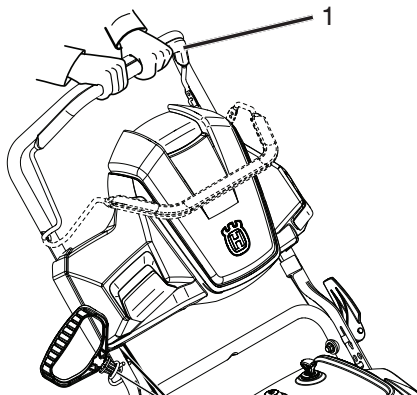

Figure 14
1. Pour embrayer les lames de la tarière, maintenir la barre de contrôle contre la poignée (Figure 14).